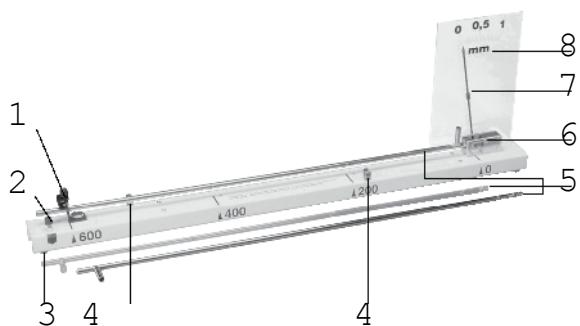

*Abbildung 2*
- 2 Screw for stand (see Fig. 2)